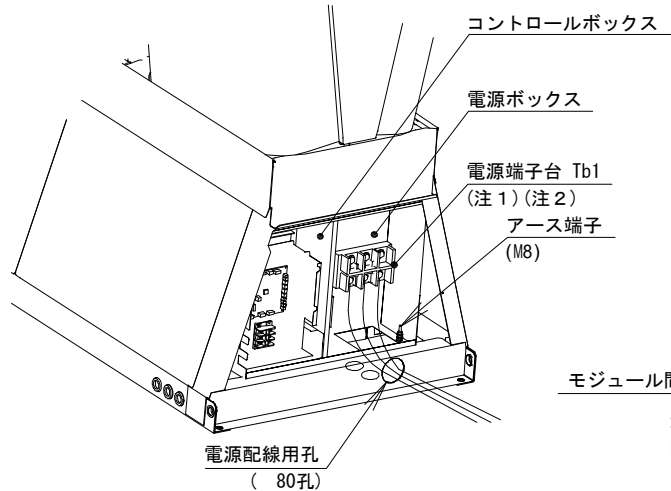
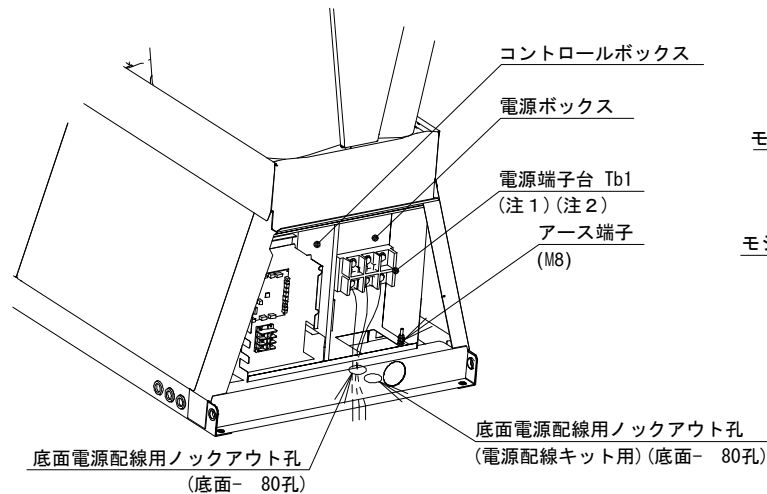

図1 電源線配線例（右側面電源配線孔使用）
図2 電源線配線例（底面電源配線孔使用）
- 注1. 電源配線は、右側面電源配線孔（図1）、もしくは底面電源配線孔（図2）を使用して配線することができます。